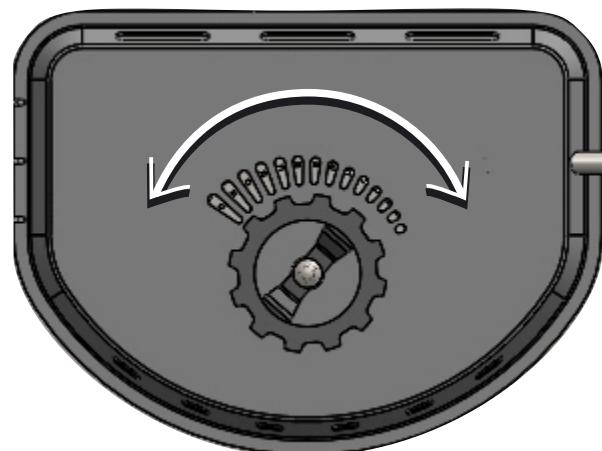
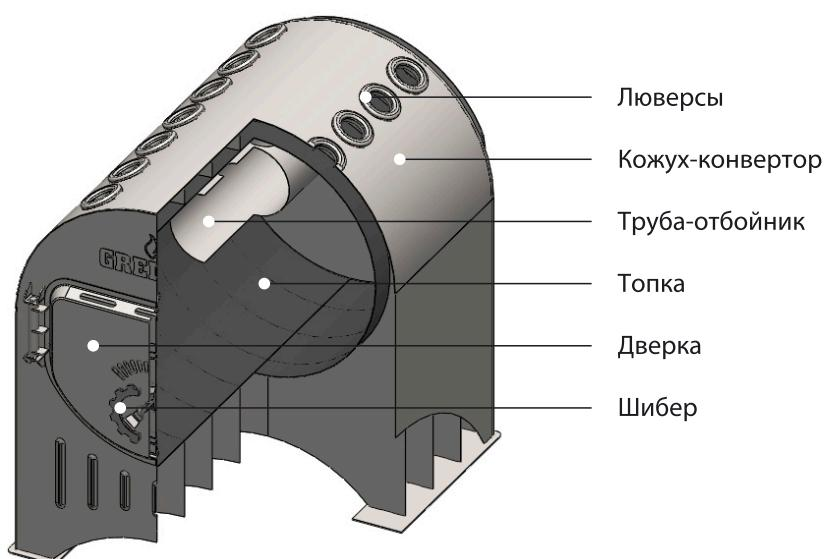

Рисунок 5. Регулировка шибера на дверце
Рисунок 1. Конструкция печи Zinger (вид спереди)
- шибер 1 расположен в дверке печи (рисунок 1), регулируется с помощью ручки (рисунок 5)
При растопке, чтобы обеспечить доступ воздуха в зону горения и интенсивный розжиг топлива, необходимо неплотно уложить дрова, перевести шибер на двери в положение "открыто" (рисунок 5), и открыть шибер на трубе.